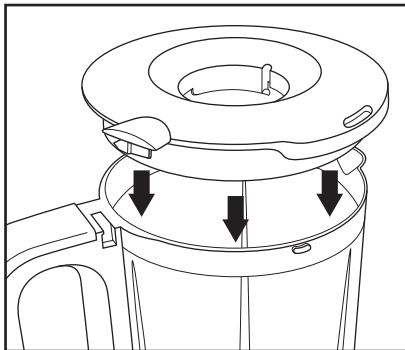
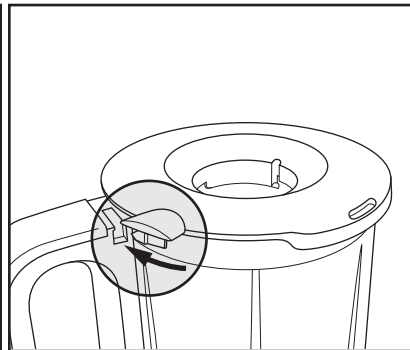

Abb. 3
Abb. 4
- 3) Setzen Sie den Deckel **6** des Mixaufsatzes so auf das Mixergefäß **7**, dass die Lippe am Deckel **6** genau **neben** dem Griff des Mixergefäßes **7** liegt (Abb. 3). Achten Sie darauf, die Lippe genau an der Seite neben dem Griff zu positionieren, zu der die Schiene am Griff hin geöffnet ist. Drehen Sie den Deckel **6** im Uhrzeigersinn, so dass die Arretierung am Deckel **6** in die Schiene am Griff des Mixergefäßes **7** greift (Abb. 4). Drücken Sie die Lippe dabei ein wenig nach unten, um sicherzustellen, dass die Arretierung in den Schlitz greift.